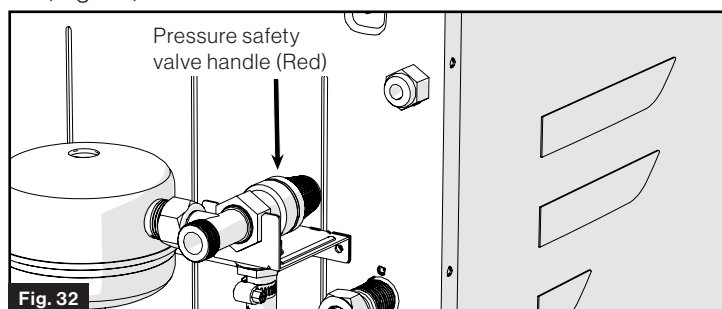

Fig. 32
8. Revise la válvula de seguridad de presión para asegurarse de que no haya estado goteando (que no haya residuos de agua). Consulte la sección "Mantenimiento de la válvula de seguridad de presión" por más información. (Fig. 32)